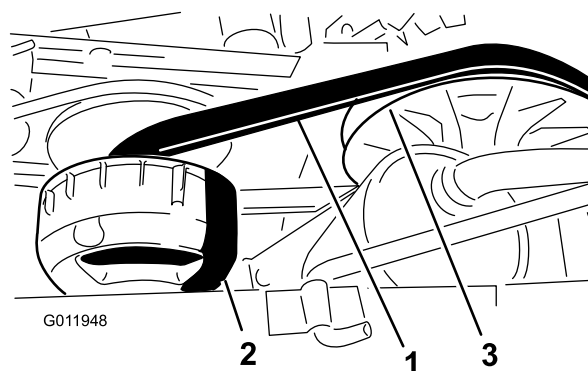

Figura 66
4. Rode e verifique se a correia (Figura 66) apresenta sinais de desgaste ou se está danificada.
3. Rode e coloque a correia sobre a embraiagem secundária (Figura 66).
4. Retire a correia da embraiagem primária (Figura 66).
5. Alinhe a nova correia sobre a embraiagem primária (Figura 66).
6. Rode e coloque a correia sobre a embraiagem secundária (Figura 66).